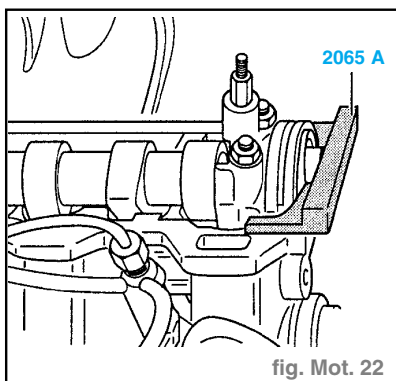

fig. Mot. 22
- Freiner l'arbre à cames avec une règle de réglage (fig. Mot. 22).